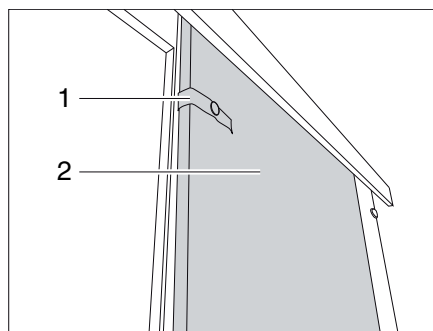

Bild 167 Schiebetür
- Das mit Sicherungsband (Bild 167,1) lösen.
- Schiebetür (Bild 167,2) in Schließstellung ziehen.
- Schiebetür (Bild 167,2) in die Öffnungsposition führen.
- Schiebetür mit dem Sicherungsband (Bild 167,1) befestigen.